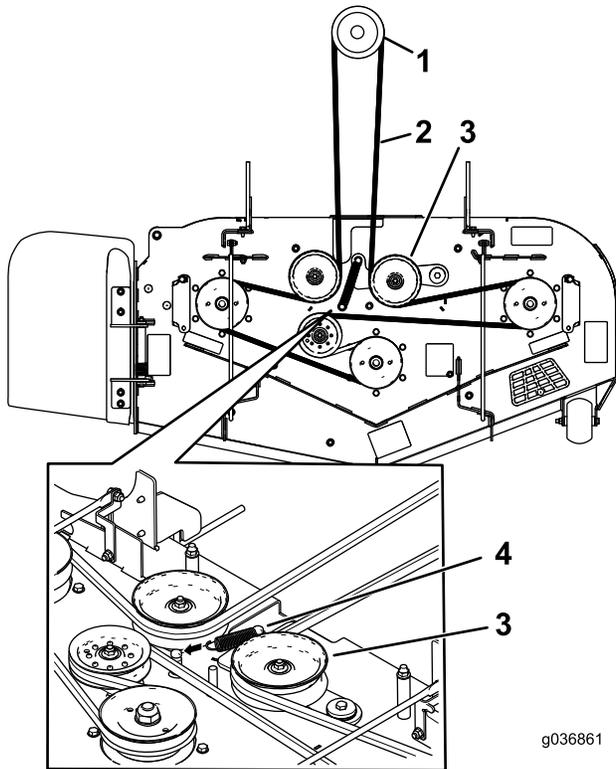

Figura 92
7. Pase la correa nueva alrededor de las poleas del cortacésped y de la polea del embrague, debajo del motor (Figura 92 o Figura 94).
8. Instale el muelle tensor (Figura 92 o Figura 94).